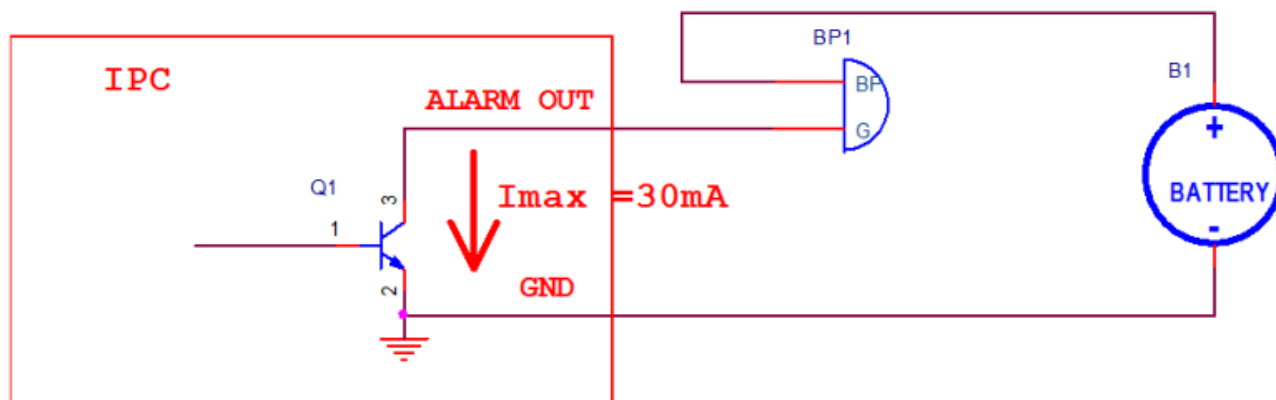

Рисунок 1.1 – Первый вариант подключения для модели тревожного выхода с транзистором
- 1) Рисунок 1.1: подключайте элемент питания (BATTERY) и нагрузку (BP1) с правильной полярностью.